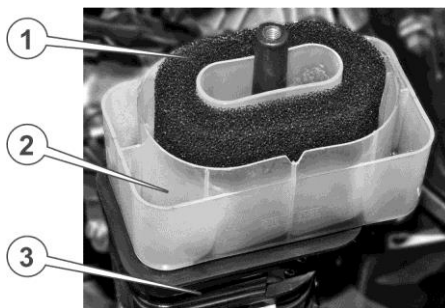

Рисунок 5.1. Повітряний фільтр
2. Дістати поролоновий фільтрувальний елемент з піддону (див. рисунок 5.1.), промити його в розчині мийного засобу (можна використовувати бензинове паливо або, у разі особливо сильного забруднення, гас), віджати і ретельно висушити. Якщо фільтрувальний елемент надмірно забруднений або пошкоджений – замінити його.
4. Установити піддон на місце, налити в нього 50-70 г моторного мастила (до позначки рівня на корпусі масляної ванни, див. рисунок 5.1.), рівномірно розподіливши його по секціях піддону.